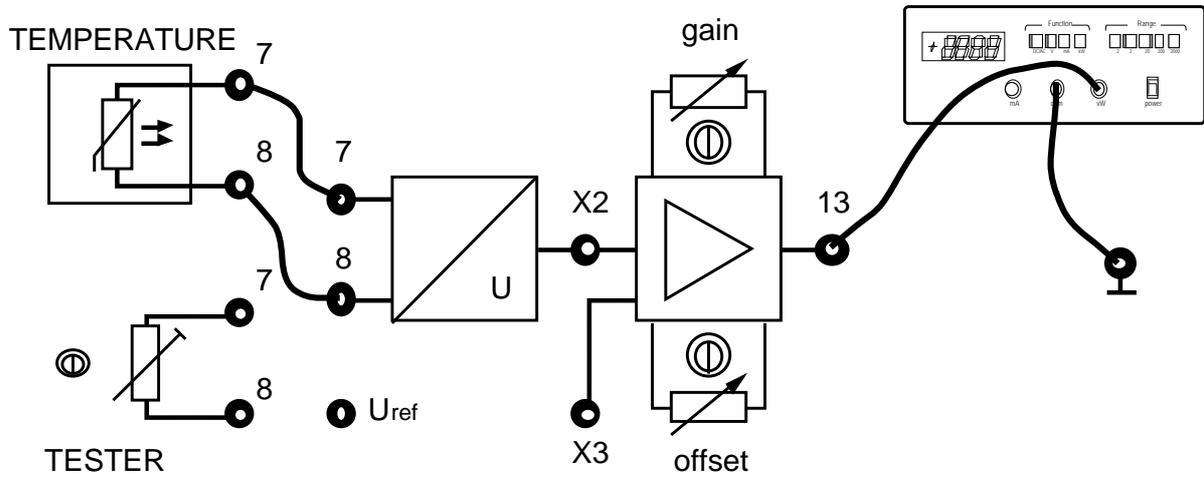

Fig. 18.1
Asegurado del conocimiento de los prerrequisitos, entrega a los alumnos la Ficha 18.1 que representa el cableado del sensor de temperatura con la respectiva interface (fig 18.1 y 18.2) y prepara el panel de simulación del proceso de la siguiente manera:
- 12) Quitar los cables de los casquillos 7 y 8 del TESTER y conectarlos a los casquillos 7 y 8 del sensor de temperatura (ficha 18.1 fig 18.1).